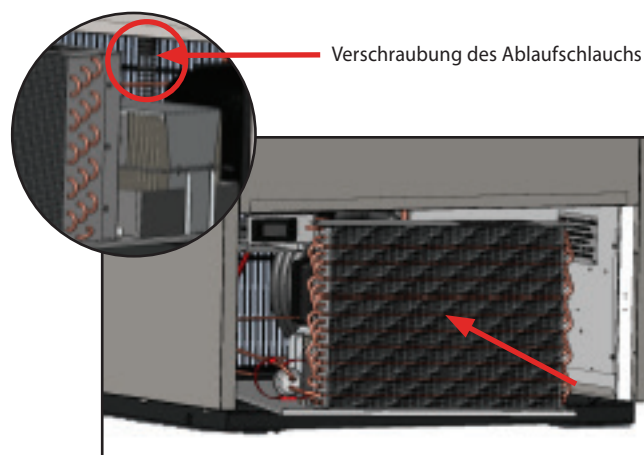

Abb. 6. Kondensationseinheit nach links drehen.
7. Drehen Sie die Vorderseite der Kondensationseinheit nach links, damit der Kompressor den Kondensatablaufschlauch und die Verschraubung entleeren kann. Siehe Abb. 6.